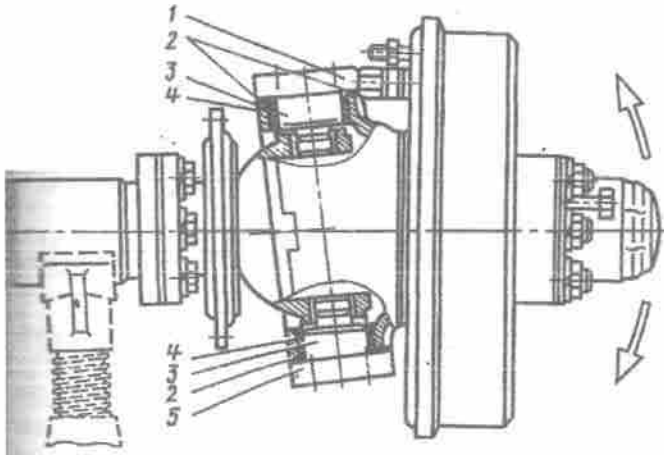

Bild 169. Prüfen des Axialspiels der Achsschenkelbolzen:
5. Axialspiel der Achsschenkelbolzen prüfen, indem das Gehäuse des Achsschenkels von Hand nach oben und unten geschaukelt wird (Bild 169).